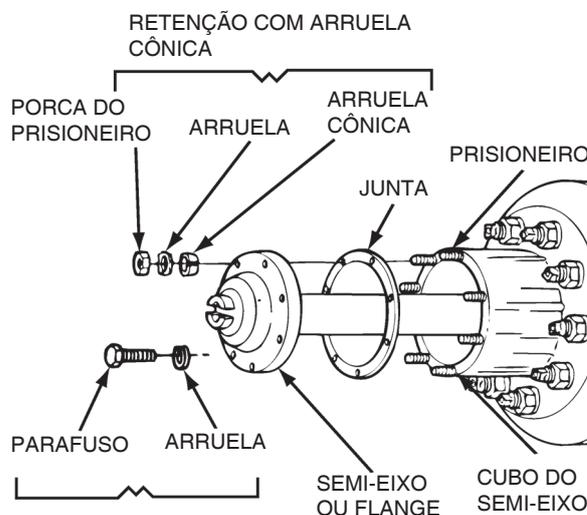

Figura 5.109
3. Instale as juntas e os semi-eixos na carcaça do eixo no conjunto do diferencial. A junta e a flange do semi-eixo deverão ajustar-se contra o cubo de roda. Figura 5.109.
4. Se o flange do semi-eixo possuir furos cônicos para montagem de prisioneiros com arruelas cônicas, instale estas arruelas cônicas em cada furo para prisioneiro no flange do semi-eixos. Figura 5.109.
5. Se o flange do semi-eixo tiver furos cilíndricos para montagem dos parafusos, instale os parafusos e arruelas nos furos. Figura 5.109. Aperte os parafusos com o valor de torque adequado. Veja a Seção 8.
10. Instale a junta e o semi-eixo na carcaça. A junta e o flange do semi-eixo deverão ajustar-se contra o cubo de roda. Figura 5.109.
3. Instale as juntas e os semi-eixos na carcaça do eixo e no conjunto do diferencial. A junta e a flange do semi-eixo deverão ajustar-se contra o cubo de roda. Figura 5.109.
4. Se o cubo de roda possuir furos cônicos para montagem de prisioneiros com arruelas cônicas, instale estas arruelas cônicas em cada furo para prisioneiro no flange do semi-eixos. Figura 5.109.
2. Se o eixo trativo estiver equipado com sistema de travamento da caixa dos satélites principal acione o sistema para a posição destravada ou desengatada. Instale o semi-eixo com 2 entalhados e novas juntas em seu local conforme a seguir. Figura 5.109.